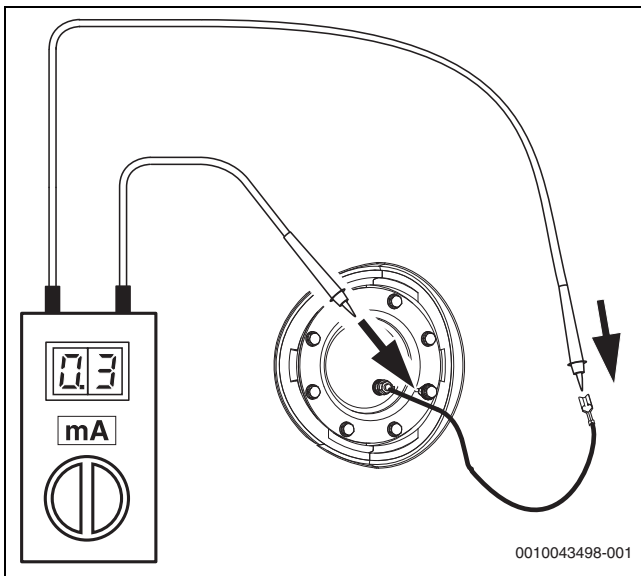

Bild 12
Bei isoliert montierten Magnesiumanoden zusätzlich möglichst jährlich den Schutzstrom mit dem Anodenprüfer messen (→, Abb. 12). Der Anodenprüfer ist als Zubehör erhältlich.
- ▶ Übergangswiderstand zwischen dem Schutzleiteranschluss und der Magnesium-Anode prüfen. Wenn der Anodenstrom < 0,3 mA beträgt, Magnesiumanode austauschen (→ Abb. 12).